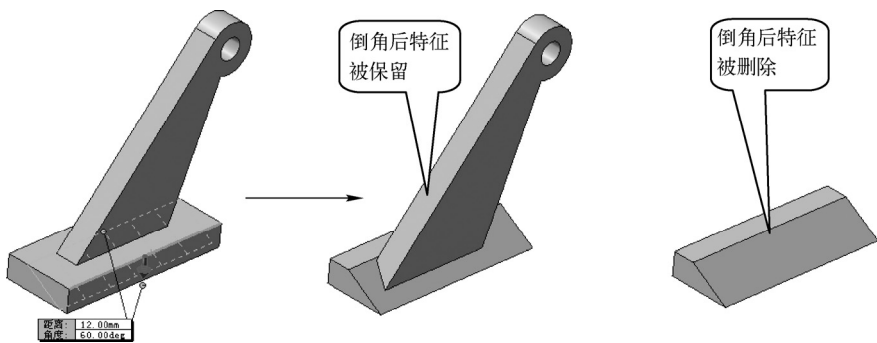

图 4-38 “保持特征”复选框的作用
- “保持特征”复选框: 选中后进行倒角,可以保留倒角经过的切除或拉伸等特征,如不选择此复选框,这些特征将在倒角后被移除,如图4-38所示。